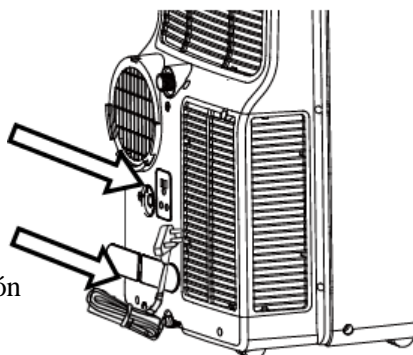

Fig. 7d
- Enrolle el cable de alimentación y fíjelo con la cinta adhesiva (Fig.29) Retire las pilas del mando a distancia Enrolle el cable utilizando la hebilla del cable de alimentación e inserte el enchufe en la toma de corriente. (Fig. 7d)